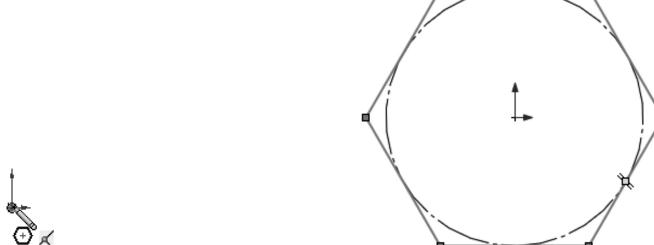

图 2-51 单击原点以定位多边形中心
- [4] 在图形区域中单击原点以定位多边形中心，如图 2-51 所示。